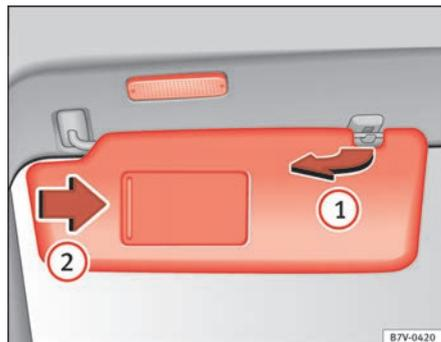

Abb. 69 Sonnenblende.
- Aus der Halterung herausziehen und zu der Tür schwenken ⇒ Abb. 69 ①.
In der heruntergeklappten Sonnenblende befindet sich hinter einer Abdeckung ein Make-up-Spiegel. Beim Aufschieben der Abdeckung ⇒ Abb. 69 ② leuchtet eine Leuchte auf.